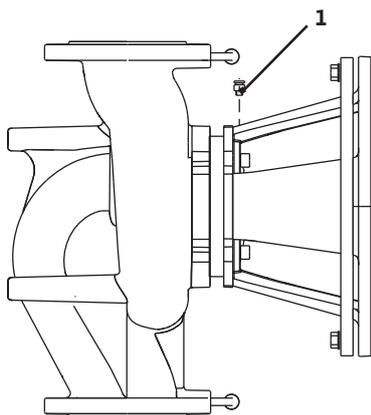

Fig. 37: Ilmanpoistiventtiili
- Ilmaa pumput avaamalla ilmanpoistiventtiilit (Fig. 37, kohta 1). Kuivakäynti rikkoo pumpun liukurengastiivisteeseen. Paine-eroanturia ei saa ilmata (rikkoutumisen vaara).